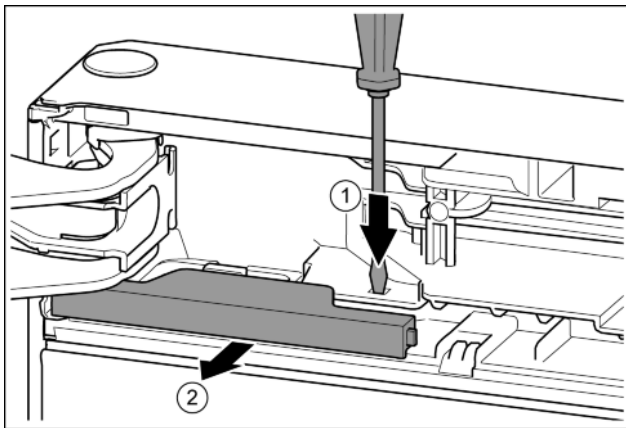

Fig. 13
- ▶ Нажать накладку шлицевой отвёрткой. Fig. 13 (1)
- ▶ Вынуть крышку из зацепления. Fig. 13 (2)